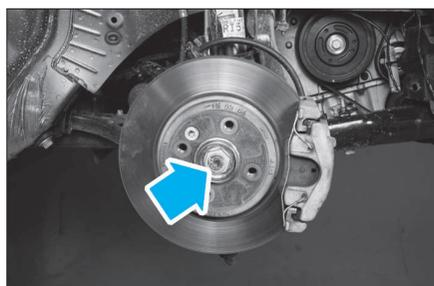

FIG. 4
- l'écrou de transmission (Fig.4).